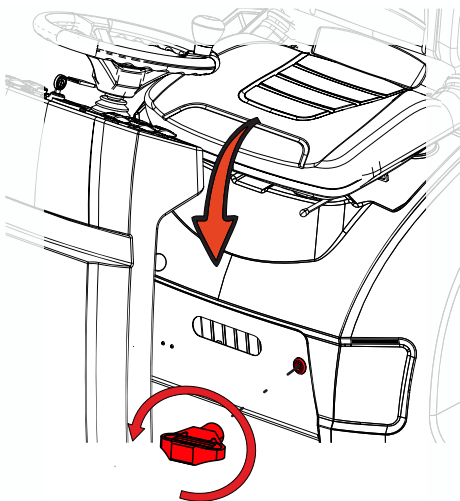

Abb. 12
- Die Haube wird mit einem Haubenschlüssel an der Klappe verriegelt - entgegen dem Uhrzeigersinn drehen - (Abb. 12)